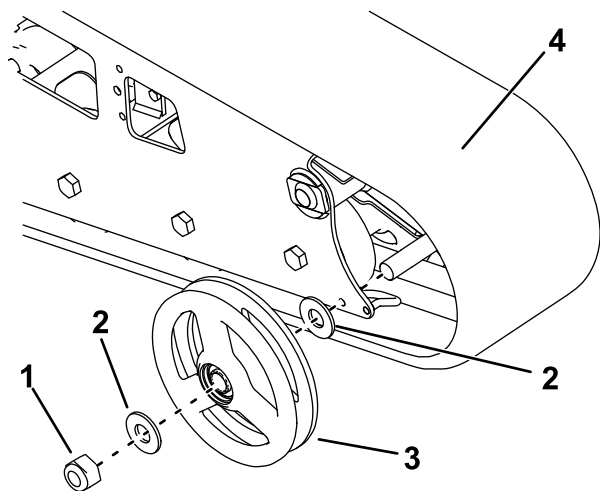

Figura 66
- Retire a porca que prende a roda frontal exterior e retire a roda (Figura 66).
- Remova a lagarta (Figura 66).
- Puxe as duas anilhas grandes para fora das rodas exteriores, uma de cada lado de cada roda (Figura 66).
- Instale a nova lagarta (Figura 66).
- Coloque a roda frontal exterior e fixe-a com a porca que retirou anteriormente (Figura 66).